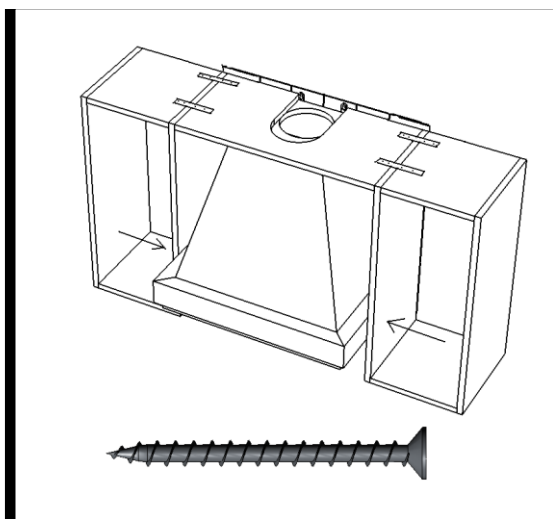

Рис. 20
8. После монтажа всего кухонного гарнитура рекомендуется произвести дополнительное крепление короба через боковые стенки соседних шкафов шурупами 4х40 мм (Рис. 20).